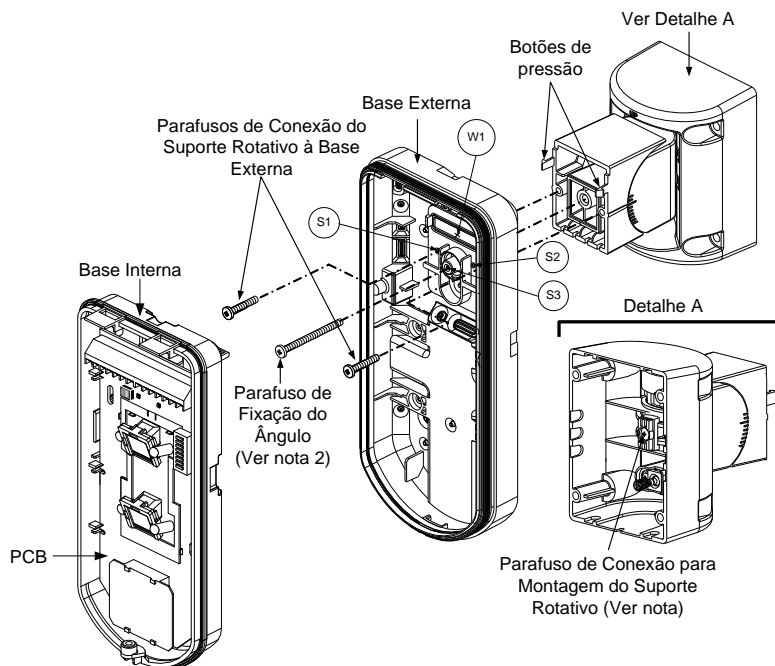

Figura 7
A mola do Tamper S5 (Figura 7) deve fazer contato com a parede através dos furos M2 ou M3 do AMSC. Assegure-se de ouvir o “Cliques” quando conecta-lo na parede.
9. Fixe a base externa no suporte com os dois parafusos fixados nos furos pré-marcados S1 e S2 (Figura 7).
10. Insira o parafuso incluso de travamento do ângulo da base externa através do furo pré-marcado de parafuso de travamento de ângulo S3 na base externa do suporte padrão (Figura 7).
Quando as duas marcas das partes móveis do suporte estiverem alinhadas (Figura 7), o suporte padrão estará na posição de 0° vertical /horizontal. Cada clique da posição representa uma mudança de posição Vertical / Horizontal de 5°.